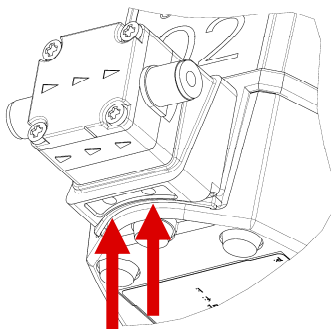

Fig. 1: Orificio de salida
- El orificio de salida (véase Fig. 1) no debe cerrarse nunca
La membrana de seguridad evita, en caso de una rotura de la membrana de trasiego, la penetración del medio trasegado en la bomba. Si la membrana de trasiego se rompe, el medio trasegado se conduce a través del orificio de salida (véase Fig. 1) fuera de la bomba.